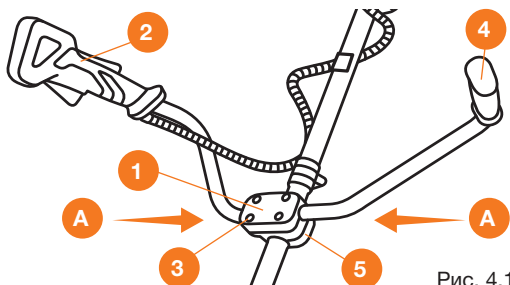

Рис. 4.1
- Открутите винты крепления 3 зажима 1, снимите его и установите рукоятки 2 и 4 по стрелке A на держатель 5, затем закрепите болты 3 (Рис. 4.1).